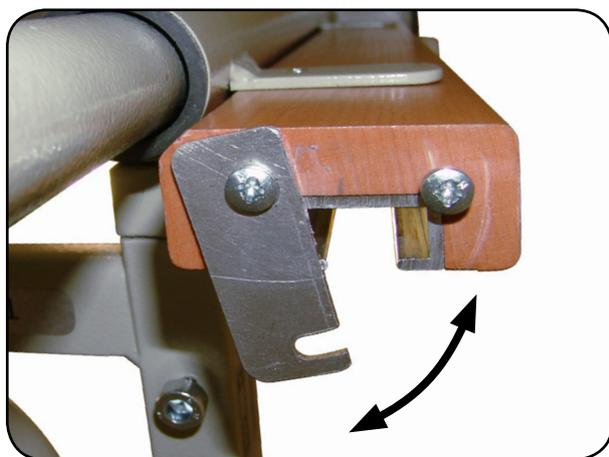

Abb. 6.4.01 - Alustopper am Holzpfosten
2. Entriegeln Sie die Alustopper, die sich am unteren Ende der Holzpfosten befinden (Abbildung 6.4.01).
5. Schieben Sie die montierten Seitengittergleiter in die Aluschiene (Abbildung 6.4.03) und vierriegeln Sie den Alustopper (Abbildung 6.4.01).
- Ziehen Sie die Schrauben an den vier Alustoppfen fest um ein unbeabsichtigtes Öffnen, während des Gebrauches, zu vermeiden (Abbildung 6.4.01).